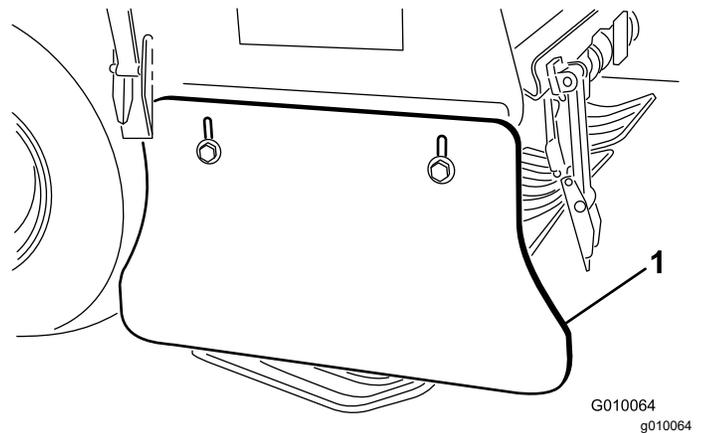

図 67
2. サイドシールドをフレームに固定しているボルトとナットをゆるめる 図 67。